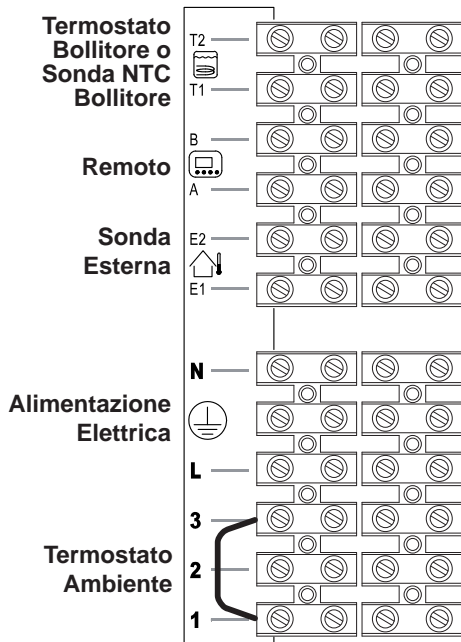
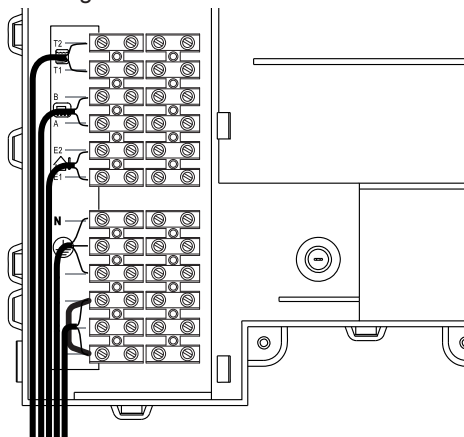

Figura 5.20
Figura 5.21
- Collegare il cavo di alimentazione elettrica proveniente dall'interruttore onnipolare alla morsetteria di alimentazione elettrica della caldaia Figura 5.20 rispettando la corrispondenza della linea (filo marrone) e del neutro (filo azzurro).
Il percorso del cavo o dei fili di alimentazione elettrica della caldaia e del termostato ambiente devono seguire il percorso indicato in Figura 5.21.
Per il collegamento di un termostato ambiente servirsi dei morsetti indicati in Figura 5.20.
Per il collegamento di valvole di zona servirsi dei morsetti termostato ambiente indicati in Figura 5.20 e Figura 5.21. I conduttori elettrici dei contatti del micro della valvola di zona vanno inseriti nei morsetti "1 e 3" della morsettiere termostato ambiente come in Figura 5.21.